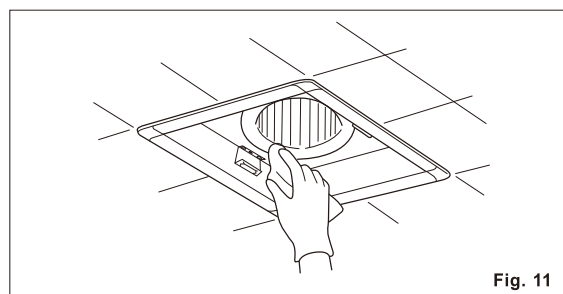

Fig. 11
4. Avec un chiffon humecté d'eau savonneuse, nettoyez le boîtier du ventilateur. Essuyez avec un chiffon sec. (Fig. 11)